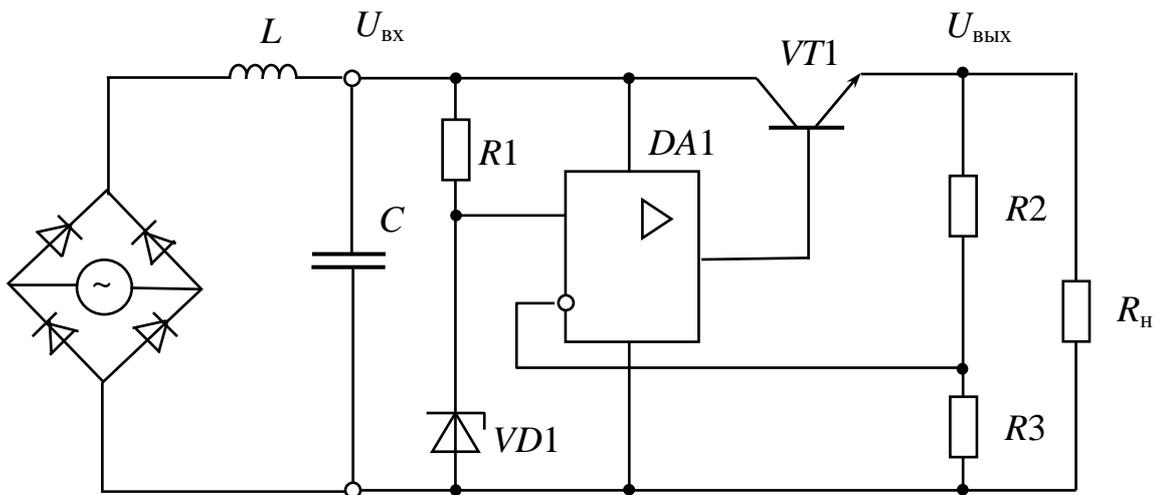

Рис. 4 – Стабилизатор напряжения на ОУ
3. Собрать экспериментальную схему для исследования компенсационного стабилизатора постоянного напряжения на операционном усилителе (рис. 4) при $L=200$ мГн, $C=100$ мкФ, $R_1=2$ кОм, $R_2=15$ кОм, $R_3=10$ кОм, $R_H=100$ Ом. Напряжение стабилизации опорного источника выбрать равным 5 В. Параметры генератора синусоидального напряжения настроить на 20 В, 60 Гц. Зафиксировать осциллограммы напряжений $U_{ВХ}$ и $U_{ВЫХ}$. Оценить коэффициент сглаживания пульсаций LC -фильтра и электронного фильтра, роль которого выполняет стабилизатор напряжения. Рассчитать коэффициент стабилизации напряжения, измерив уровень пульсаций и величины $U_{ВХ}$ и $U_{ВЫХ}$. Экспериментально оценить величину выходного сопротивления стабилизатора, уменьшив сопротивление нагрузки до 50 Ом.